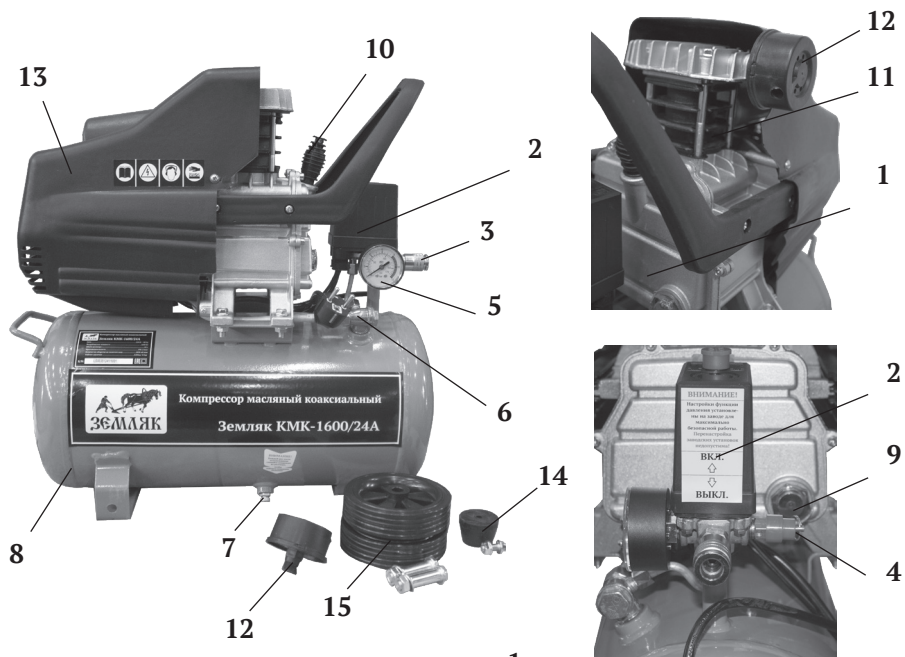
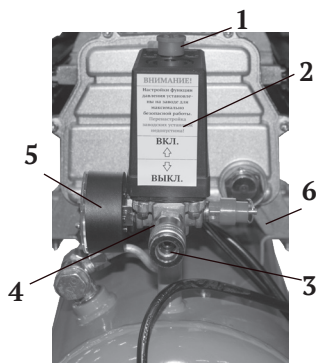

рис. 1
рис. 3
4.1 Общий вид компрессора схематично представлен на рис.1
4.2 Картер компрессорной группы (рис.1 поз.1) с двигателем закреплены на металлическом корпусе ресивера (рис.1 поз.8). Двигатель закрыт пластиковым кожухом (рис.1 поз.13). Вращение якоря двигателя преобразуется кривошипно-шатунным механизмом в возвратно-поступательное движение поршня. Сжатый воздух из выпускного клапана цилиндра подаётся в ресивер. При подключении к быстроразъёмному выходному штуцеру (рис.1 поз.3) пневмоинструмента, сжатый воздух подаётся к инструменту. Выходное давление в штуцере отображается на манометре (рис.1 поз.5).
При подключении компрессора к сети питания, убедитесь что, выключатель реле давления (рис.3 поз.1) находится в позиции «Выкл», положение «Нажато». Запустите компрессор, переведя выключатель в позицию «Вкл», положение «Отжато». После первых 5-ти часов работы компрессора проверьте крепление винтов головки цилиндра и кожуха двигателя (рис.1 поз.13).
Реле давления (рис.3 поз.2) в автоматическом режиме поддерживает установленный изготовителем диапазон давления в ресивере. При достижении в ресивере давления 8 бар, реле отключает двигатель компрессора. После подключения пневмоинструмента давление в ресивере начнёт снижаться. При достижении нижнего установленного уровня (6 бар), реле давления включит двигатель компрессора.
Коллектор (рис.3 поз.4) компрессора имеет выходной (быстроразъёмный) штуцер (рис.3 поз.3) для подключения пневмоинструмента.
Так же компрессор оснащён предохранительным клапаном (рис.3 поз.6) для ограничения максимального давления в ресивере (если не сработало реле давления) и стравливания (при необходимости) сжатого воздуха из ресивера.
7.3 По окончании работы полностью сбросьте давление, открыв предохранительный клапан (рис.3 поз.6).